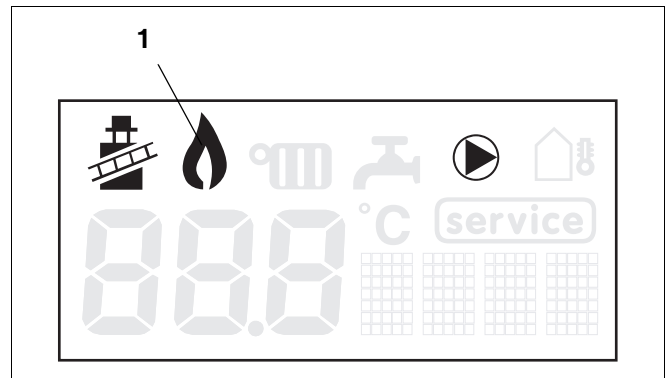

fig. 61 Display iconen
- Wacht, nadat het brandericoon "♂" (→ fig. 61, [1], pagina 53) op het display is gaan branden, gedurende 1 minuut tot het cv-toestel op vollast brandt.
- Wacht, nadat het brandericoon "♂" (→ fig. 61, [1], pagina 53) op het display is gaan branden, gedurende 1 minuut tot het cv-toestel op laaglast brandt.